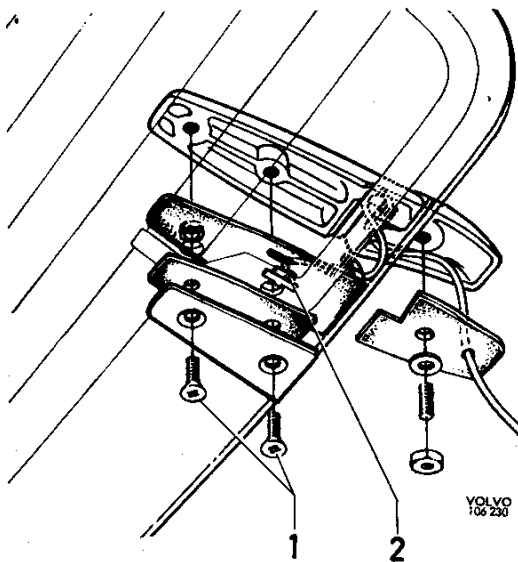

Abb. 8-6 Heckklappenscharnier, 1800 ES, zerlegt
2. Befestigungsschrauben (1, Abb. 8-6) lösen und die Scharnierhälfte hochklappen.
3. El. Leitungen für die Heckscheibenheizung von den Scheibenanschlüssen mit einem Lötcolben ablöten (2, Abb. 8-6).